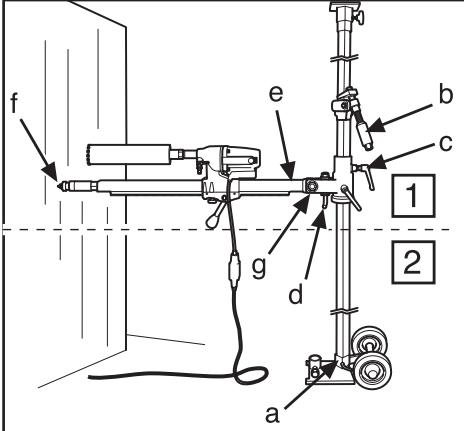
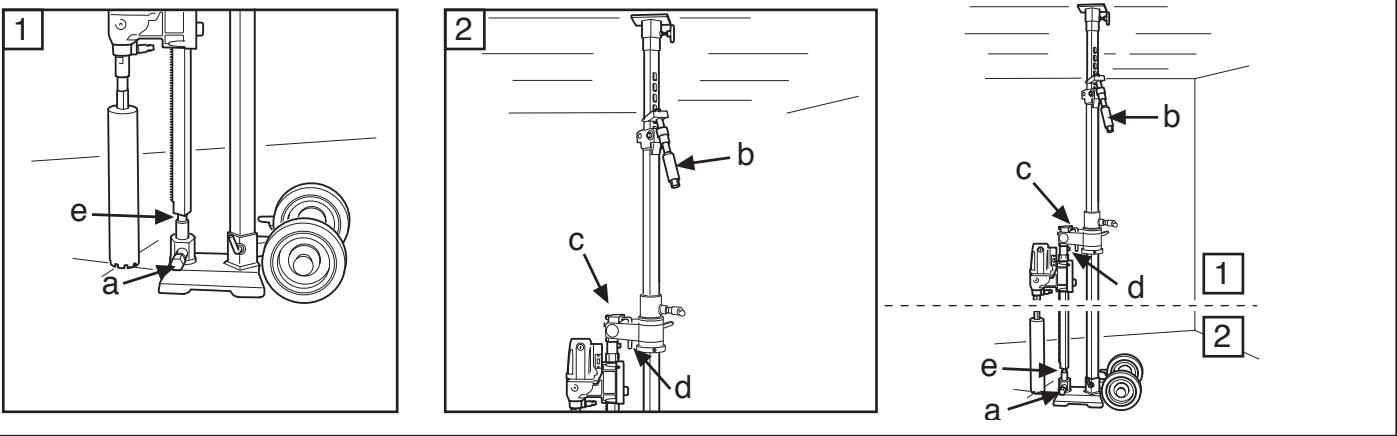

Fig. 6
Fig. 11
1,5 m, o tubo grosso externo deve estar voltado para cima, ou ao contrário se vai ser feita abaixo de 1,5 m. Certifique-se de que a escora está travado na placa base com o parafuso de bloqueio (a) (Fig. 6, 8).
6. Rode a coluna de perfuração com o motor de perfuradora de volta para a posição desejada contra a parede. Afrouxe o manípulo de fixação (Fig. 6, 7) (c).
the heavier outer tube should be turned upwards and vice versa when drilling below 1.5 metres. Check that the support column is clamped in the base plate with the locking bolt (a) (Fig. 6, 8).
6. Then turn back the drill column with the drill motor to desired position against the wall. Lock with the locking handle (Fig 6,7) (c).
7. Incline novamente e levante a coluna de perfuração, fixe com o punho em L (d) e a porca (g) (Fig. 6, 7). Para perfuração inclinada, afrouxa-se o punho em L (d) e coloca-se a coluna de perfuração no ângulo desejado, apertando a porca (g) com a chave de 30 mm (Fig. 6, 7).
8. Controle a posição da coroa da broca. Enrosque o parafuso de escora (f) (Fig. 6, 10) contra a parede para fixar a coluna de perfuração. Fixe com a porca de segurança de 30 mm (f) (Fig. 6, 10), usando um
- A coluna de perfuração pode rodar 360° e é fixada na posição desejada com uma chave Hallen de 8 mm (e) (Fig. 6, 7).
7. Tilt back and fold up the drill column, secure with the L-handle (d) and nut (g) (fig. 6, 7). When angle drilling, loosen the L-handle (d) and the drill column is set at the required angle by tightening the nut (g) using a 30 mm spanner (Fig 6, 7).
8. Check the position of the drill bit. Screw in the support column screw (f) (Fig. 6, 10) against the wall to secure the drill column. Secure with the locking nut 30 mm (f) (Fig. 6/10), use a wooden batten or similar
- The drill column can be turned through 360° and locked in respective positions using an 8 mm hex-key (e) (Fig. 6, 7).
1. Monte o suporte segundo as instruções. Perfuração em paredes, veja na páginas 17 e 19. Abata a coluna com o punho em L (d) de forma ao parafuso de escora acertar no casquillo de fixação (a) (Fig. 11).
Aperte a porca de fixação (g) com uma chave de 30 mm (Fig. 6, 7) e o manípulo de fixação (c) (Fig. 6, 7).
3. Bloqueie o parafuso de escora no casquillo de fixação com o parafuso de fixação (a) e a porca (e), e aperte com chave de 24/30 mm (Fig. 11).
1. Assemble the stand according to the instruction. Drilling in walls, see pages 17, 19. Fold down the drill column with the L-handle (d) so that the support column screw (f) (Fig 6,7) meets the locking sleeve (a) (Fig 11). Tighten the locknut (g) with a 30 mm spanner (Fig 6, 7) and the
lock handle (c) (Fig 6,7).
3. Lock the support column screw in the locking sleeve with the locking screw (a) and nut (e), tighten with a 24/30 mm spanner (Fig.11).